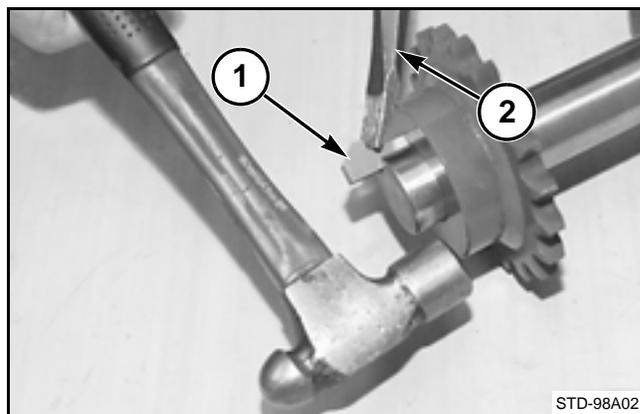

FIG. 3
FIG. 3: Las chavetas con cabeza (1) son chavetas biseladas con una saliente en el extremo grueso. Una chaveta con cabeza es tanto un componente de traba como un retén de maza. La maza deberá disponer de un canal de chaveta biselado en donde encaja la chaveta con cabeza. La chaveta con cabeza trabará la maza en su posición. No se necesita ningún otro componente de traba como por ejemplo un tornillo de ajuste.